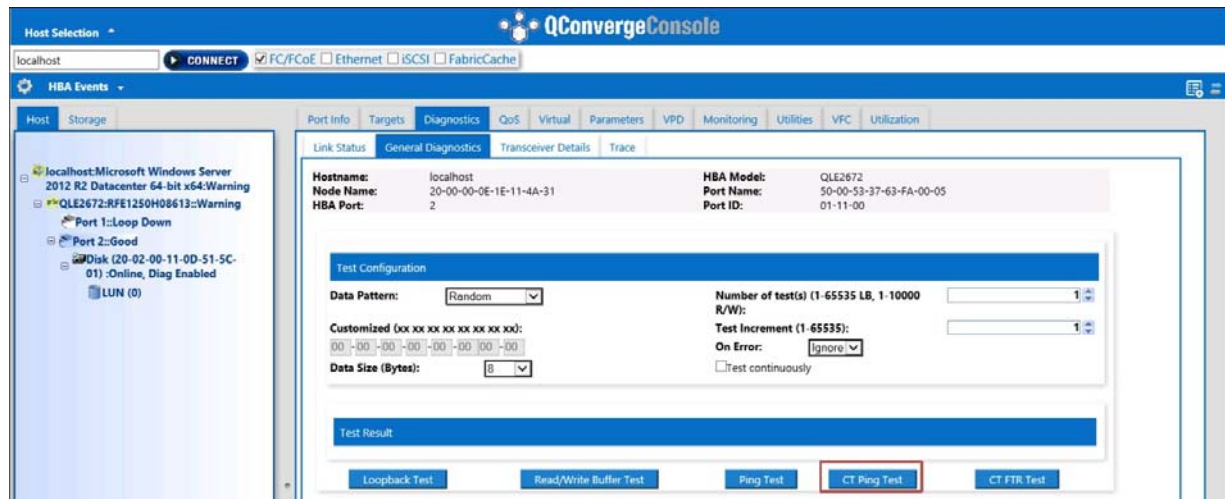

Ilustración 3-30. Ejecución de la prueba de ping CT de Fibre Channel
5. En la página General Diagnostics (Diagnóstico general) (consulte la Ilustración 3-30), complete las opciones de **Test Configuration** (Probar configuración) y, a continuación, haga clic en **CT Ping Test** (Prueba de ping CT) para iniciar la prueba.